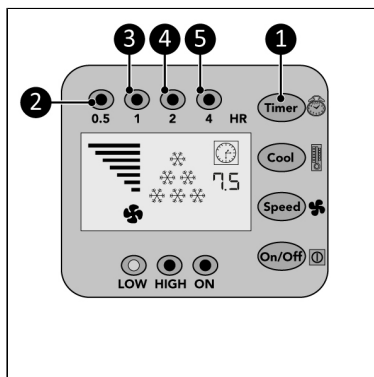

Figur 94.
- Tryck på kylningsknappen (Figur 94, pos. 1) upprepade gånger för att ställa in önskad omgivningstemperatur:
- 28 °C, displayen visar 1 kylningsindikering (Figur 94, pos. 4).
- 25 °C, displayen visar 2 kylningsindikeringar (Figur 94, pos. 3).
- 22 °C, displayen visar 3 kylningsindikering (Figur 94, pos. 2).
- <22 °C, displayen visar 6 kylningsindikeringar (Figur 94, pos. 2).